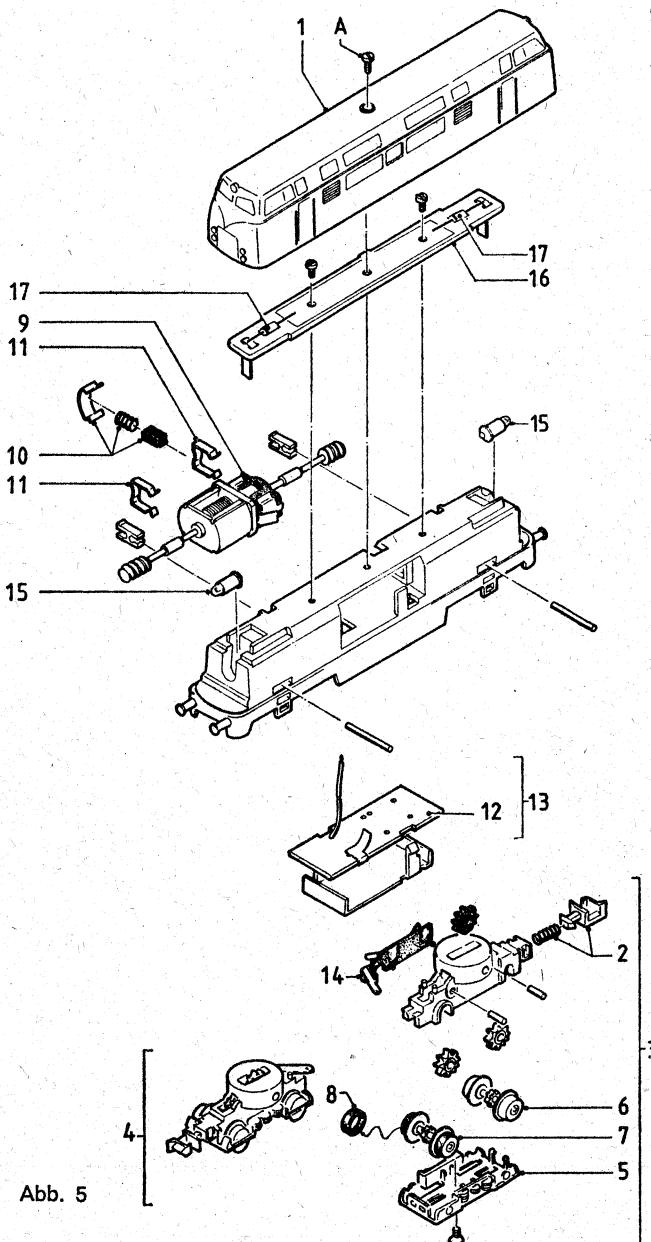

Abb. 5
Gehäuse abnehmen (Abb. 5)
Motorbürste auswechseln (Abb. 5)
Verbrauchte Motorbürste nach Herausnehmen des Motors entfernen und durch neue ersetzen (10 in Abb. 5). Vorsicht beim Abnehmen der Bürstenhalterdeckel, damit die kleine Druckfeder nicht verlorengeht. Außerdem darauf achten, daß das Kontaktblech mit der umgebogenen Kontaktfeder wieder auf die gleiche Motorseite montiert wird, ansonsten Fahrtrichtungsumkehr!
Schroefje in het midden van het dak losdraaien (A in fig. 5) en kap naar boven afnemen.
Versleut koolborsts- na het uithalen van de motor volgens fig. 5 eruit halen (10) en door nieuwe vervangen. Voorzichtig bij het afnemen van de borstelplaat, zodat de drukveer niet verloren gaat.